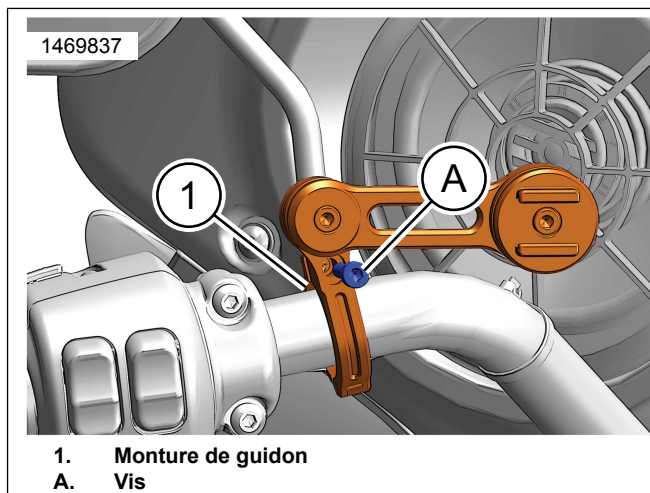

Figure 2. Fixation du téléphone à gauche du guidon
- b. Le cas échéant, choisir une cale de taille appropriée (2).
- c. Figure 2 Retirer la vis (A) du support guidon (1).
- d. Insérer la cale (2).
- e. Figure 2 Installer le support guidon (1) avec la cale installée (2) sur le guidon du véhicule.
- f. Il est nécessaire, avant de serrer le boulon du support du téléphone (A), de régler le positionnement pour permettre de voir sans obstruer les fonctions de la moto.
- g. Installer la vis (A). Serrer.